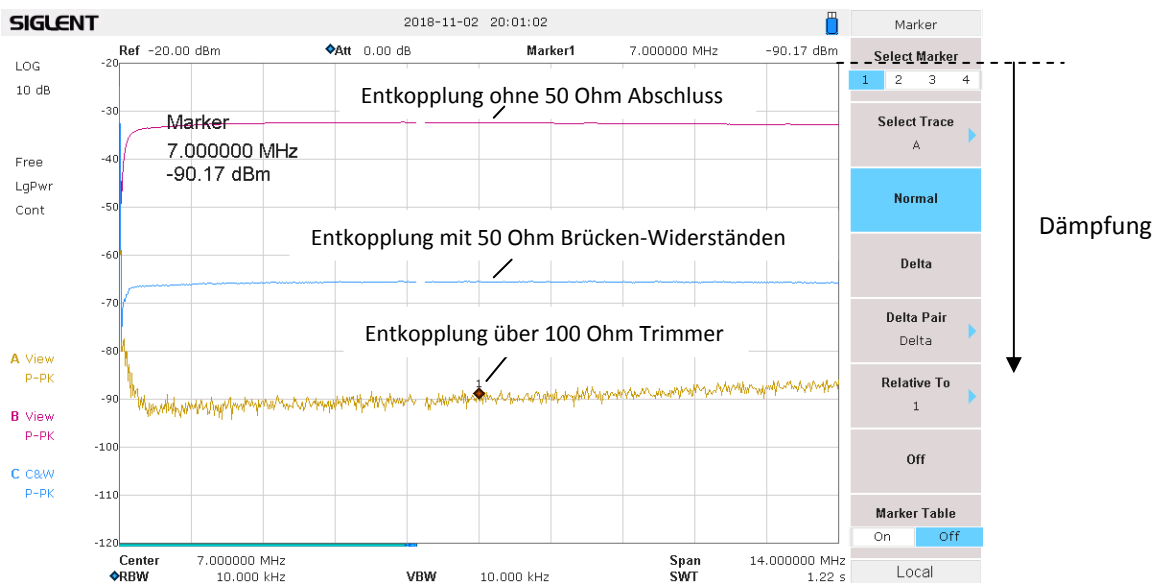
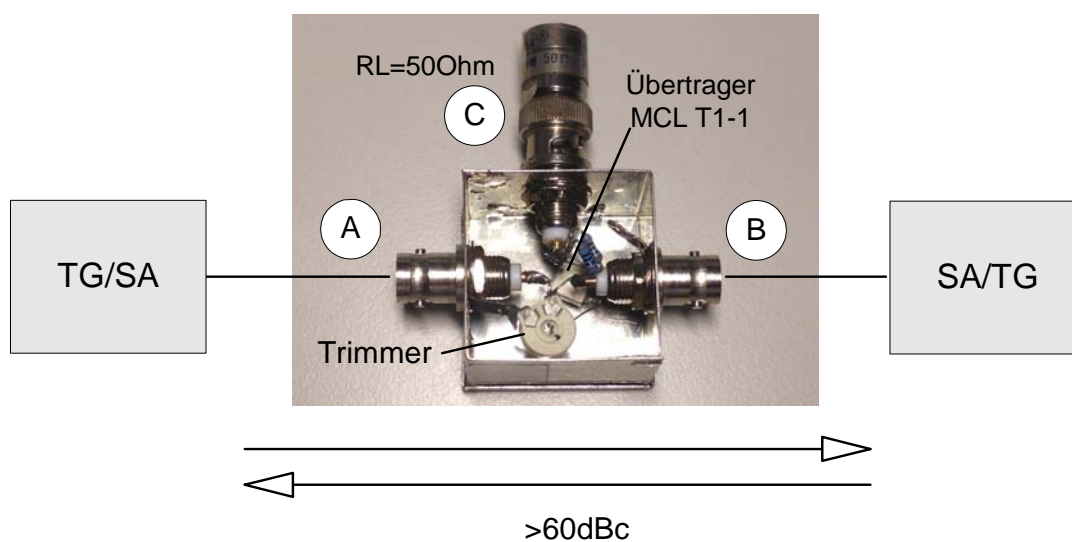

Bild 11: Entkopplung einer Wheatstone-Brücke mit und ohne Abgleich
Bild 12: Messung der Richtschärfe einer Wheatstone-Brücke
Bild 11 zeigt die Entkopplung zwischen Port A (B) und B (A), mit und ohne Trimmer. Die Messung erfolgte mit einem Tracking-Generator (-20dBm) über einen Frequenzbereich von 0-14MHz. Dazu wird das TG-Signal in Port A (B) eingespeist und der Pegel in Port B (A) gemessen. Gleichzeitig muß der Brückenausgang (C) mit 50 Ohm abgeschlossen sein. Die Entkopplung sollte in beide Richtungen gemessen werden. Die verwendete Wheatstone-Brücke, aufgebaut in ein kleines Weißblechgehäuse 35x35x30mm, zeigt Bild 12.